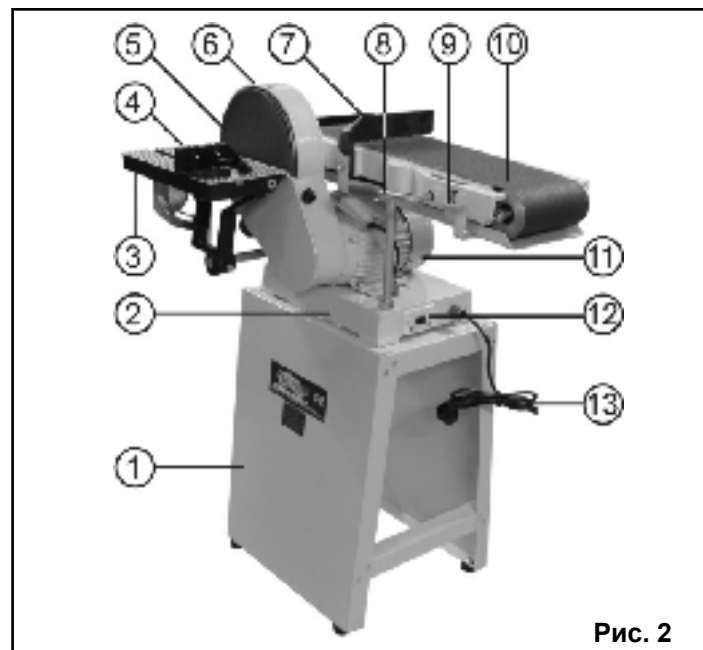

Рис. 2
Пуск и остановка машины осуществляется при помощи выключателя (12), Рис.2.